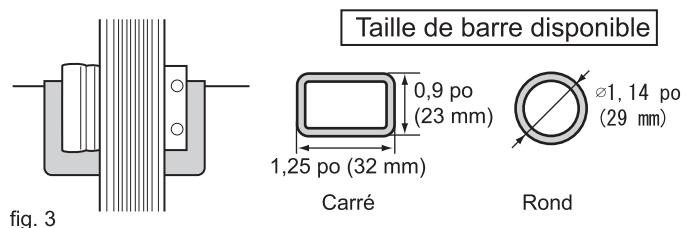

fig. 3
- 7 Ouvrez l'embout et placez de manière égale les barres transversales en haut des fixations. Vérifiez que les étais sont parallèles. (fig.3)